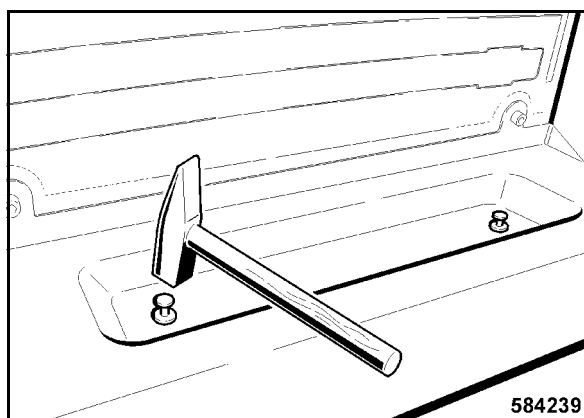

Fig. 255
- Insertar el depósito trasero y encajar ambas fijaciones de plástico con cuidado en los agujeros (Fig. 255) haciendo uso de un martillo.